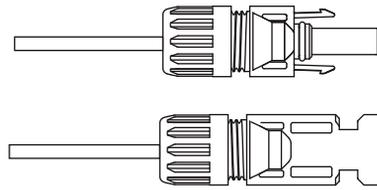

Abb. 3.5 Stecker mit aufgeschraubter Überwurfmutter
c) Stecken Sie den Kontaktpin in den oberen Teil der Überwurfmutter und schrauben Sie diese auf den Steckverbinder (Bild 3.5).
- c) Setzen Sie den Kontaktstift in den oberen Teil des Steckers ein und schrauben Sie die Überwurfmutter auf den oberen Teil des Steckers. (wie in Abb. 3.5 gezeigt).